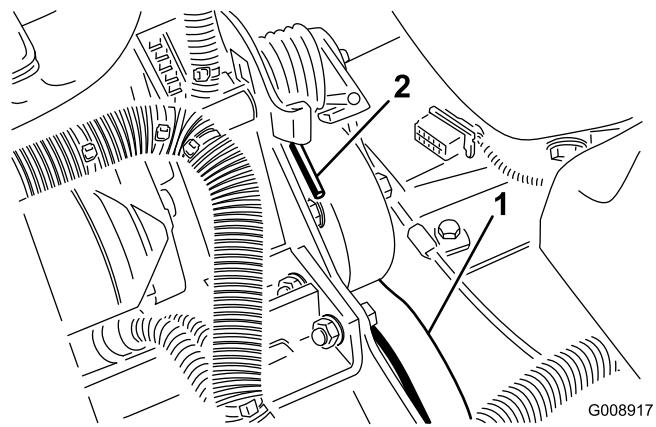

Bild 67
2. Drücken Sie das Ende der Feder (Bild 67) ab- und vorwärts, um die Feder aus dem Bügel auszuhakeln und die Feder zu entspannen.